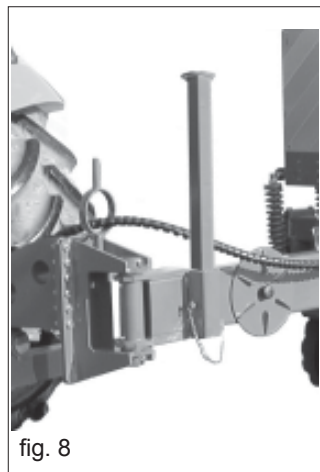

fig. 8
- 3) Soulever les pieds de support (Fig. 8).